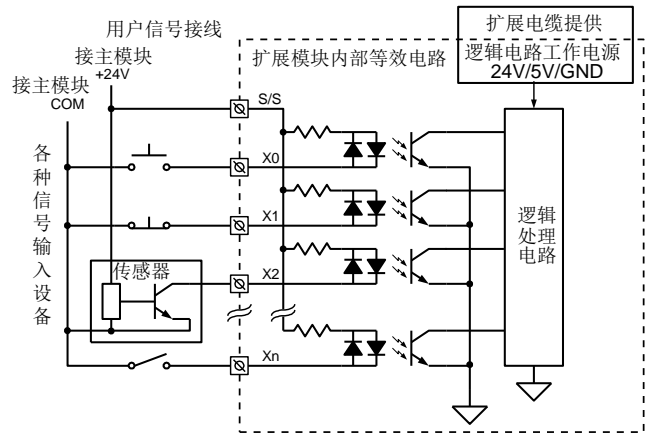
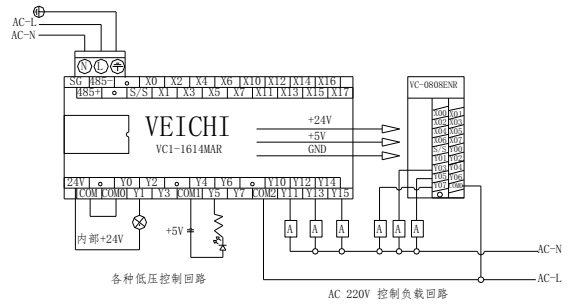

图 3-1 I/O 扩展模块内部等效输入电路
图 4-1 VC1-1614MAR 与 VC-0808ENR 的电气连接示例
I/O 扩展模块需外部接入用户开关状态检测电源（24Vdc），输入电路的内部等效电阻约 4.3kΩ，信号的检测采用双向光耦，用户可采用源型或漏型，只需接入干接点开关信号即可，若要连接有源晶体管传感器的输出信号，需按集电极开路输出方式连接。I/O 扩展模块的内部等效电源及输入信号接线与主模块输入电路相似，如图 3-1 所示。
图 4-1 所示为主模块 VC1-1614MAR 和扩展模块 VC-0808ENR 的连接方式。不同的输出组可接入不同的信号电压回路，有的输出组（如 Y1-COM0）可连接在 24Vdc 回路，且由本控制器的 24V/COM 供电；有的输出组（如 Y5—COM1）可连接在 5Vdc 低电压信号回路；而其它输出组（如 Y11、Y13、Y15 等）可连接在 220Vac 交流电压信号回路。即不同的输出组可工作于不同的电压等级回路。
1. 检查模拟输入输出布线是否满足要求 (参见图 3-1 和图 4-1 布线说明)。